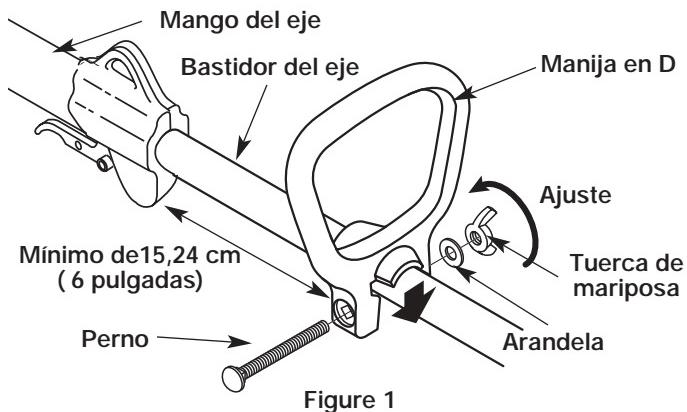

Figure 1
1. Empuje la manija en D hacia abajo sobre el bastidor del eje de modo que la manija se incline hacia adelante del mango del eje (Fig. 1). El orificio del perno cuadrado de la manija queda hacia la derecha.